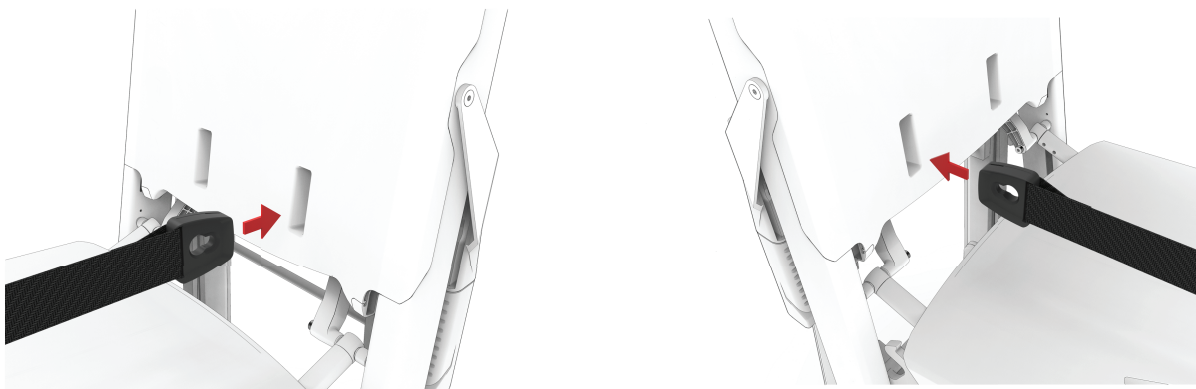

Figura 20 – Clemă pentru spătar, stânga pacientului **Figura 21 – Clemă pentru spătar, dreapta pacientului**
3. Introduceți clema pentru spătar din dreapta pacientului prin orificiul din spătar din dreapta pacientului (Figura 20 și Figura 21).